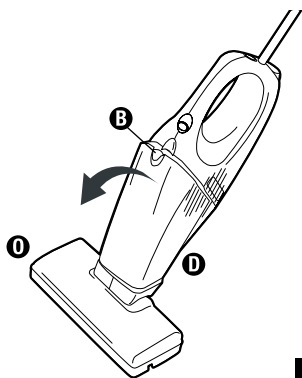

FIG. 9
Step 2: Pull dust cup **D** from handle section and lift from the nozzle **O** (Fig. 9).
- Étape 2 :** Tirez le réceptacle à poussière **D** du manche et séparez-le du suceur **I** (Fig. 9).
- Paso 2:** Jale la bolsa para polvo **D** desde la sección del mango y levántela para extraerla de la boquilla **I** (Fig. 9).